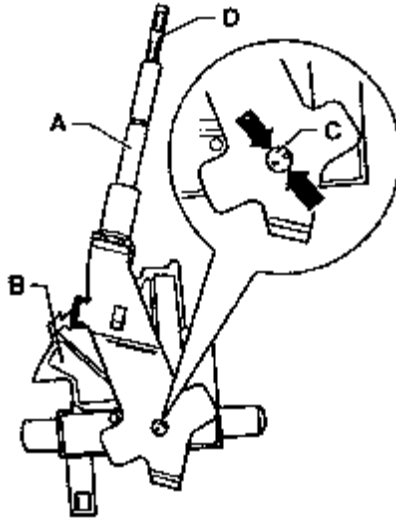

图 8-25 安装变速杆
(4) 如图 8-25 所示，微抬拉杆后，把装上 Tiptronic 弹簧的月牙板装到变速杆内。